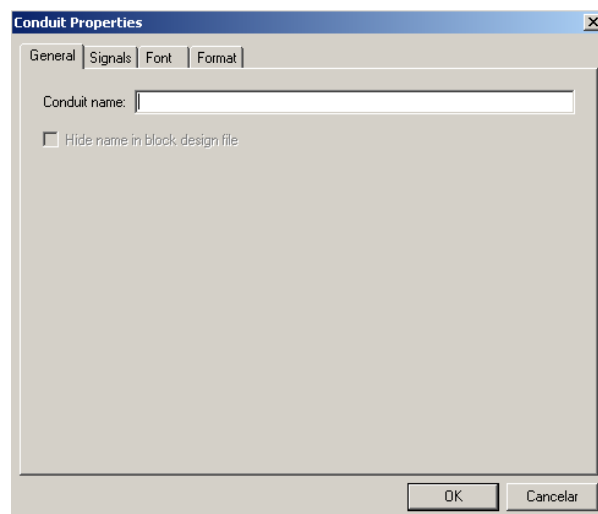

Figura 3.24 Tela para especificar as propriedades do conduíte.
2. Em seguida especificar as propriedades do conduíte, ou seja, quais sinais do bloco1 que ele está interligando ao bloco2. Para isso, clicar em cima do conduíte para selecioná-lo e com o botão da esquerda do mouse clicar sobre o conduíte, onde vai aparecer uma caixa com a opção “**properties**”. Ao escolhê-la vai aparecer uma janela, mostrada na Figura 3.24, onde deve-se indicar quais sinais dos blocos estão interligados.